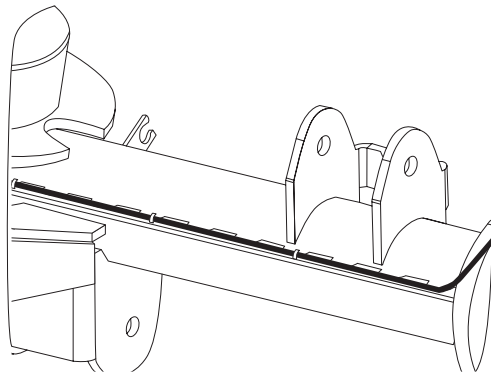

Рис. 2
12. Установите штатные тормозные трубки заднего моста. Вдоль балки моста протяните тормозные трубки по верхней стороне перфорированной рейки и закрепите на ней нейлоновыми стяжками (хомутами) **[13] (Рис. 2)**.